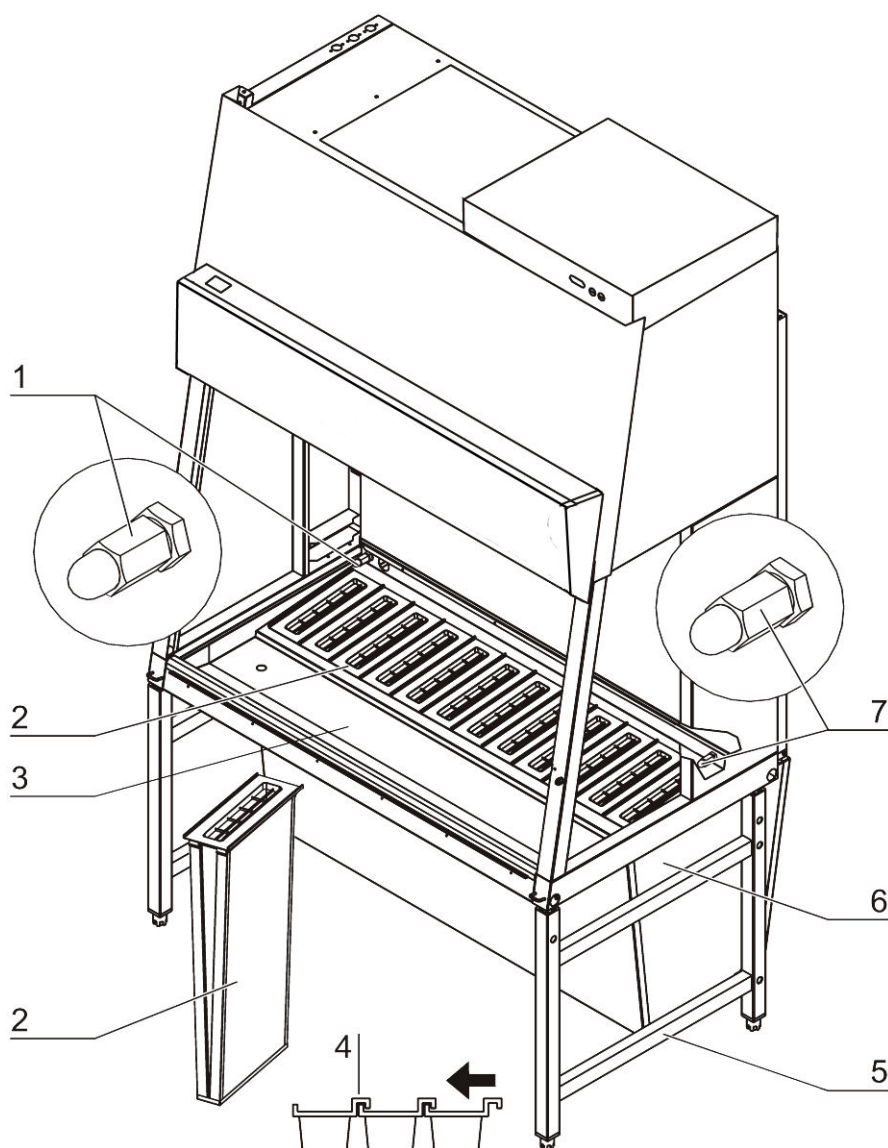

Fig. 3b
- **Fig. 3b:** Sottotelaio [5] con alloggiamento prefiltro [6] integrato.